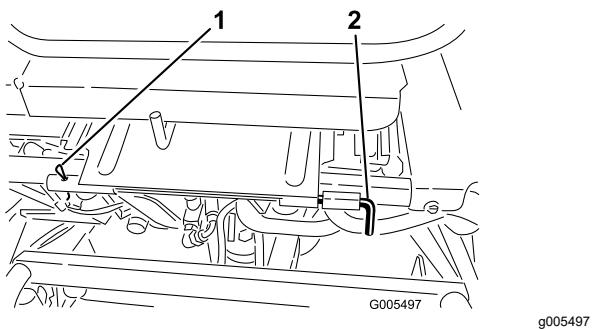

図 28
3. 座席を降ろし、回転軸を固定しているロールピンを抜き取る図 28。